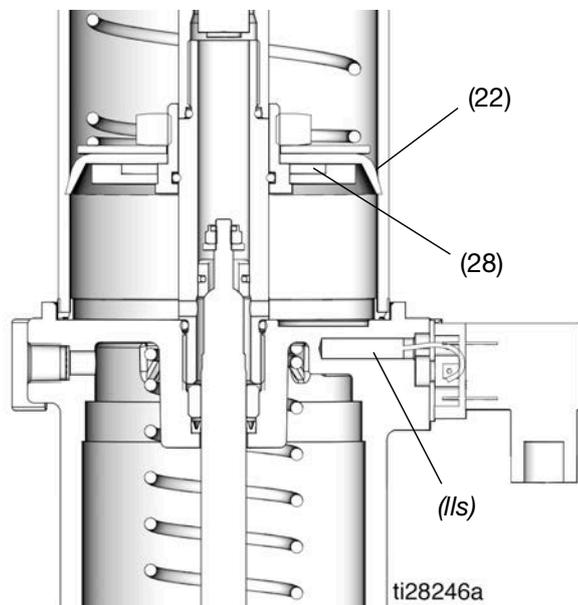

FIG. 9
Quando viene erogato il grasso, la piastra di inseguimento (22) si sposta verso il basso del serbatoio. Quando giunge vicino al livello stato di basso livello (lls) il magnete (28) sul fondo del gruppo piastra di inseguimento attiva il livello stato di basso livello normalmente chiuso; aprendo il contatto e inviando un segnale al controller del lubrificatore (J) (FIG. 9).